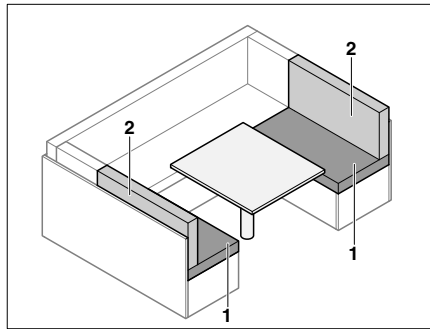

Bild 70 Vor dem Umbau
- Die Rückenpolster (Bild 70,2) abnehmen.